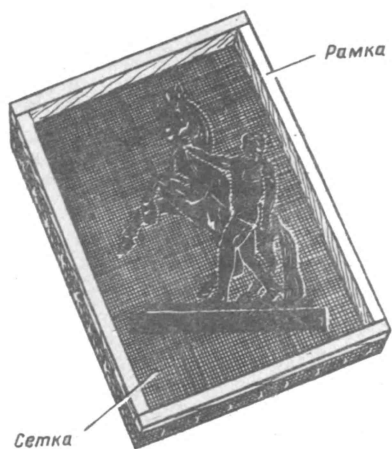

Рис. 191. Фототрафарет
1. Для изготовления фототрафарета нужна шелковая сетка или капроновый чулок. Сетку натягивают на деревянную раму, которая должна быть на 3—4 см больше предполагаемого рисунка. Концы сетки прикрепляют к краям рамы гвоздями, которые вбивают через полоски картона, чтобы сетка не порвалась при натяжении (рис. 191). Раму с сеткой кладут на нагретую стеклянную пластинку, находящуюся в строго горизонтальном положении, и обливают раствором, в который входят: